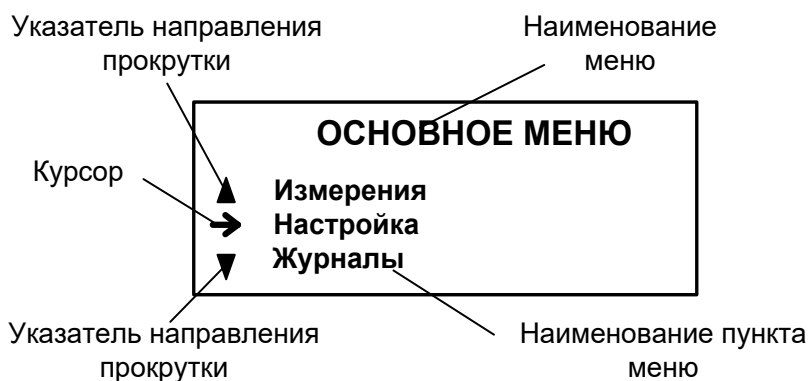

Рис.1. Вид основного меню.
1.1.1. Основное меню (рис.1) имеет неизменный состав. Состав и структура подменю и окон, а также возможности модификации установочных параметров определяются режимом работы расходомера.
1.1.3. Индикация на дисплее состоит из наименования меню (окна), располагающегося неподвижно в первой строке дисплея жидкокристаллического индикатора (ЖКИ), и наименований пунктов меню (параметров), которые могут смещаться вверх или вниз (рис.1).
1.1.5. Одновременно на дисплее может индицироваться не более 3-х строк (пунктов меню, параметров из списка). Поэтому в начале первой и последней строк пунктов (параметров) могут располагаться указатели направления прокрутки в виде треугольников (рис.1), вершины которых направлены в стороны возможного перемещения курсора по строкам (пунктам меню, параметрам).